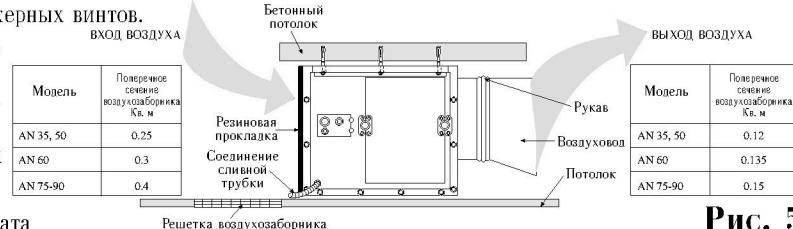

Рис. 5
- Внутренний агрегат должен быть соединен с воздуховодом при помощи надлежащего герметичного рукава, гибкого и прочного и изготовленного из огнеупорного материала (см. рис. 5).
- Поперечное сечение основного воздуховода: см. рис. 5.
- Решетка воздухозаборника: см. рис. 5.